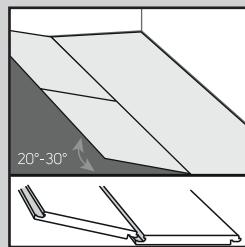
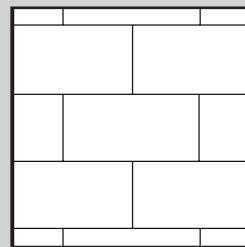
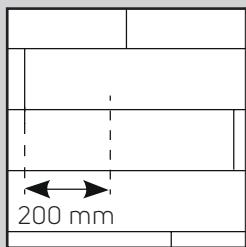

Fig. 3
Fig. 3a
Fig. 3b
- Comience la segunda fila de manera que la lengüeta encaje en la hendidura, sujetando el tablón en ángulo (aproximadamente a 30°) y, a continuación, empuje con firmeza el tablón/baldosa hasta que encaje en la hendidura de la primera fila. Instale el siguiente tablón/baldosa de manera que la lengüeta y la hendidura hagan clic por el extremo corto. Acople la lengüeta y la hendidura del lateral largo introduciendo en ángulo los tablones/baldosas (Fig. 3). Las baldosas y los tablones deben instalarse escalonados de manera que nunca coincidan cuatro esquinas. (Fig. 3a y Fig. 3b).